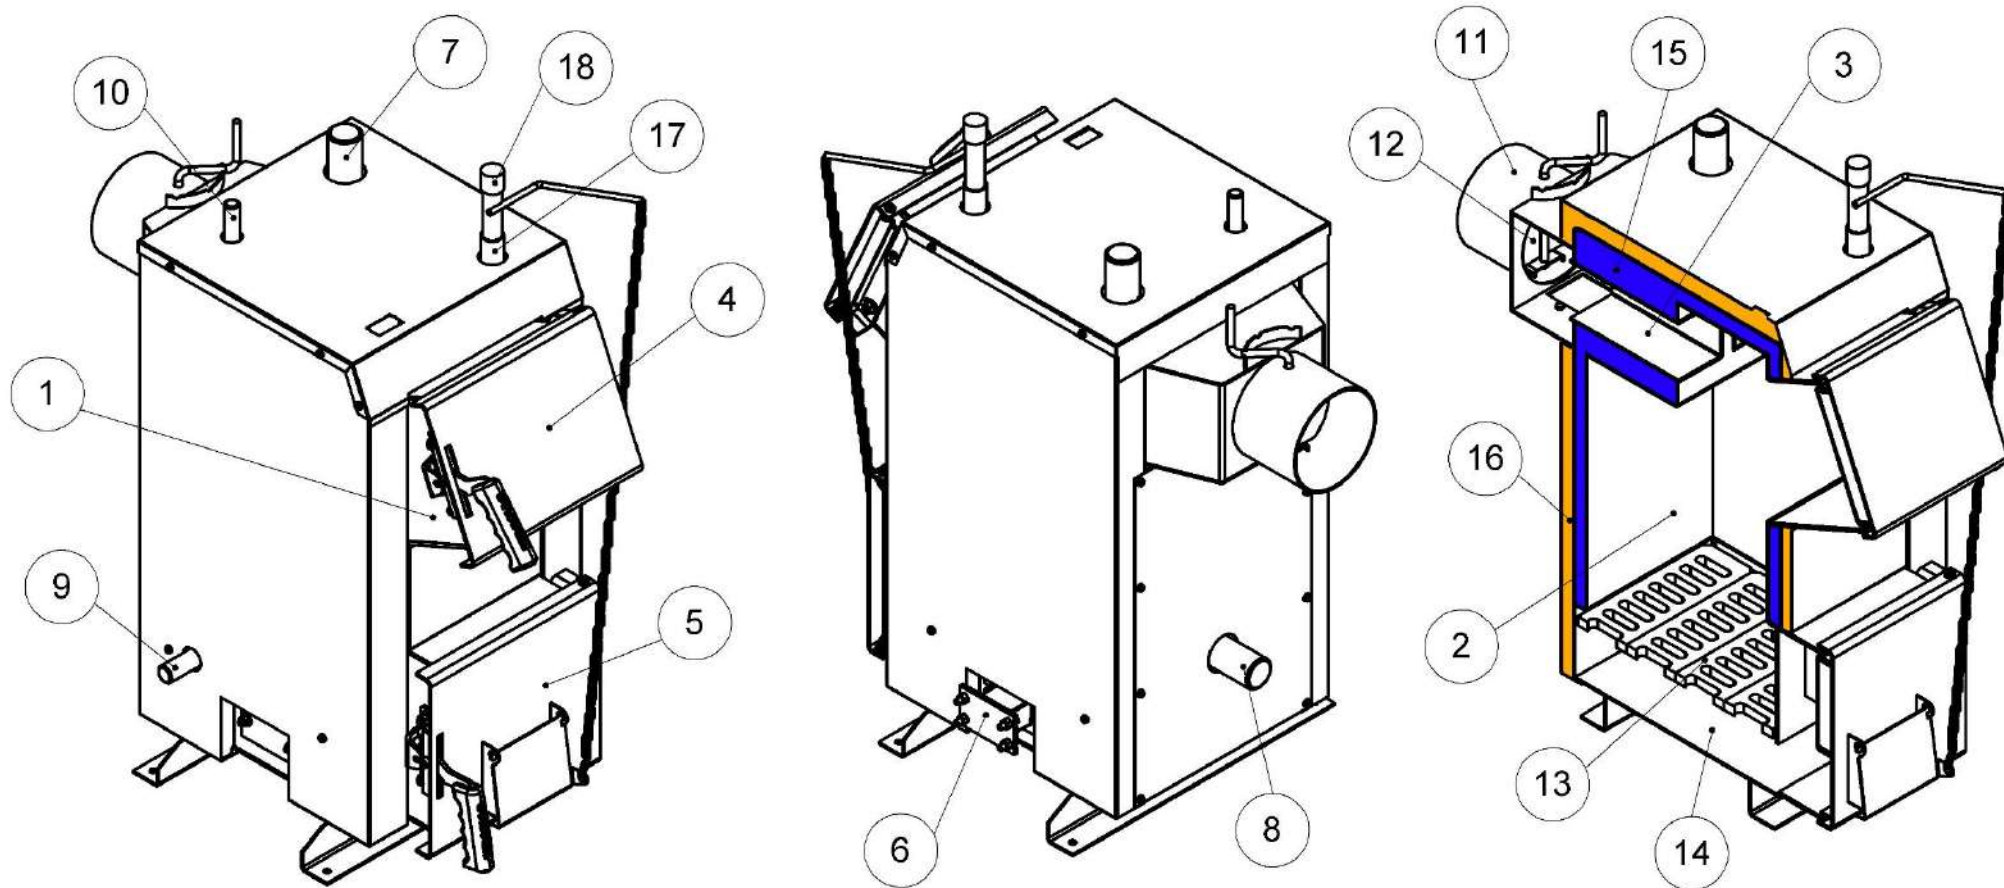

Рисунок 5.1 – Зовнішній вигляд та основні елементи котлів типу КТД (серія Еко)
- у котлі Еко – крізь вікно клапана подачі повітря що закривається кришкою під колосникові ґрати. Кількість повітря, необхідного для процесу згоряння, регулюється механічним регулятором тяги (поз. 18, рис. 5.1), який шляхом натягу або послаблення ланцюга керує положенням кришки клапана. **Регулятор тяги не входить до комплекту поставки котла.**
Регулятор тяги (поз. 18, рис. 5.1) необхідно приєднати до патрубку з внутрішньою різьбою, який знаходиться у верхній частині корпусу (рис. 5.1). Різьбове з'єднання при цьому потрібно ущільнити. Регулятор повернути таким чином, щоб наконечник для закріплення шестигранного важеля (з комплекту регулятора) був направлений вправо.